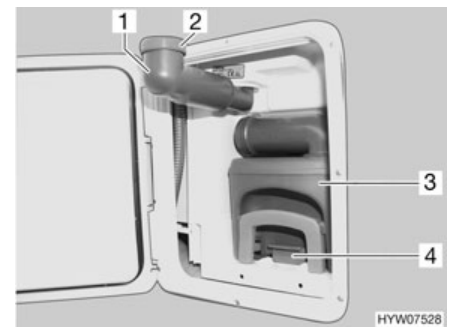

Fig. 168 Cassette Thetford
- Girar hacia fuera el tubo de llenado de agua potable (Fig. 168,1).
- Retirar la tapa roscada (Fig. 168,2).